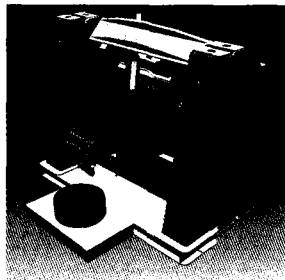

图3 汽车零件并联机床加工
(1) 常规加工方式的5面(甚至6面)的加工 加工如图3所示的汽车零件, 按传统加工方案需要多次装夹, 设计多套工装, 若用并联机床加工, 可以实现一次装夹完成所有加工。